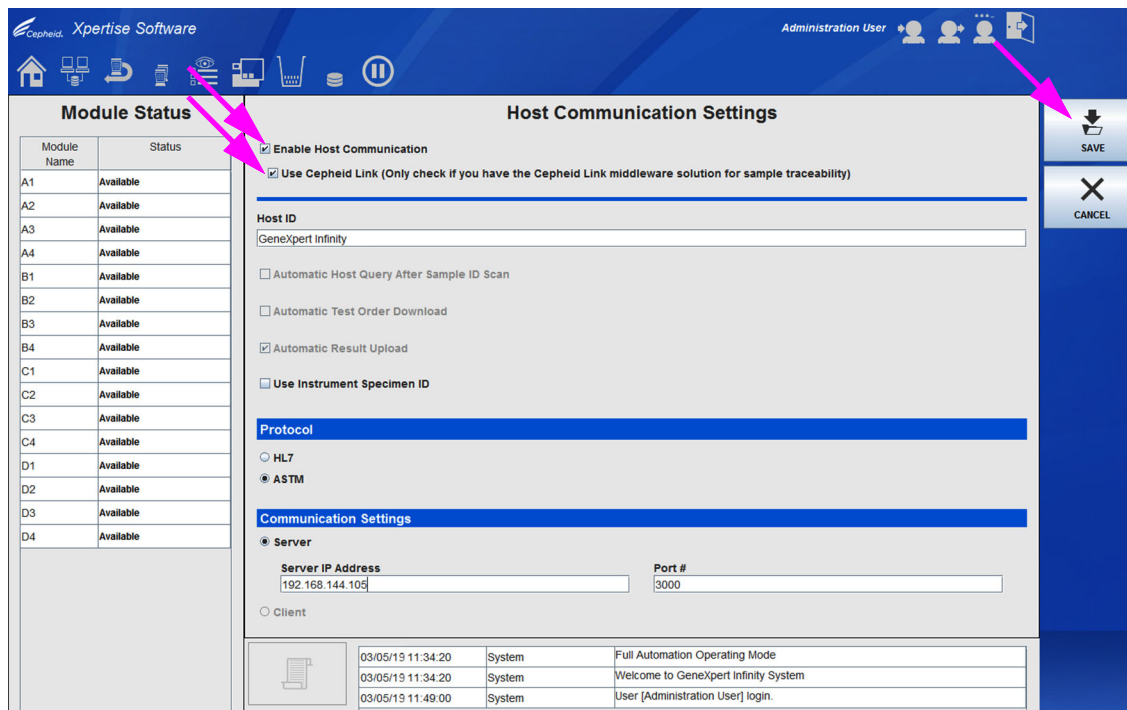

Figura 2-34. Área de trabalho Host Communication Settings (Definições de comunicação do anfitrião) configurada para o Cepheid Link
4. Para ativar a comunicação do anfitrião, assinale a caixa de verificação **Enable Host Communication (Ativar comunicação do anfitrião)** no canto superior esquerdo da área de trabalho (consultar Figura 2-34). Isto permite a seleção de outras opções na área de trabalho Host Communication Settings (Definições de comunicações do anfitrião).
5. Assinale a caixa de verificação **Use Cepheid Link (Utilizar o Cepheid Link)** para configurar a comunicação do anfitrião para o Cepheid Link. Depois de selecionar a caixa de verificação **Use Cepheid Link (Utilizar o Cepheid Link)**, a maioria da configuração realizar-se-á automaticamente. Ver Figura 2-34.
9. Depois de configurar as comunicações do anfitrião para o servidor Cepheid Link, selecione o botão **SAVE (GUARDAR)**. Ver Figura 2-34.